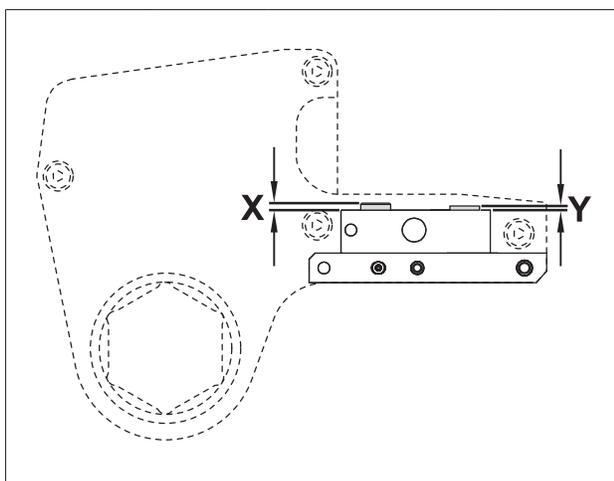

Fig. 21
- Vérifier que la goupille de fixation (K10) de l'unité de commande et la goupille de sécurité (K11) sont à la bonne hauteur. Voir les dimensions « X » et « Y » sur la figure 21.